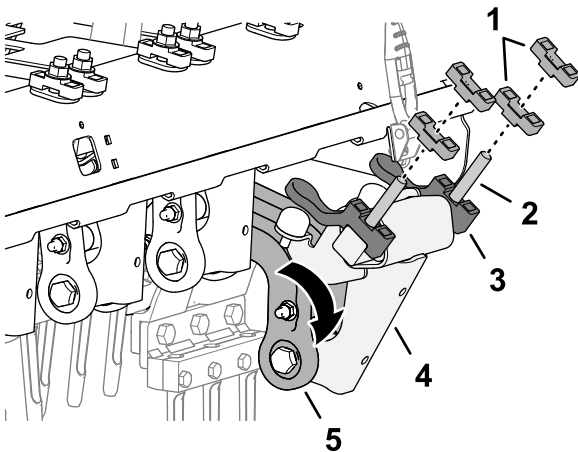

Figura 122
3. Gire el acoplamiento del amortiguador y el eje del amortiguador hacia abajo (Figura 122).